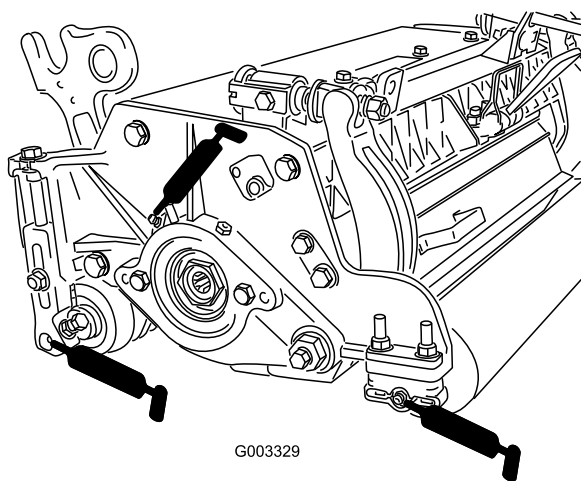

Figure 29
Chaque plateau de coupe comporte (6) graisseurs (Figure 29) qu'il faut lubrifier régulièrement avec de la graisse universelle au lithium N° 2.